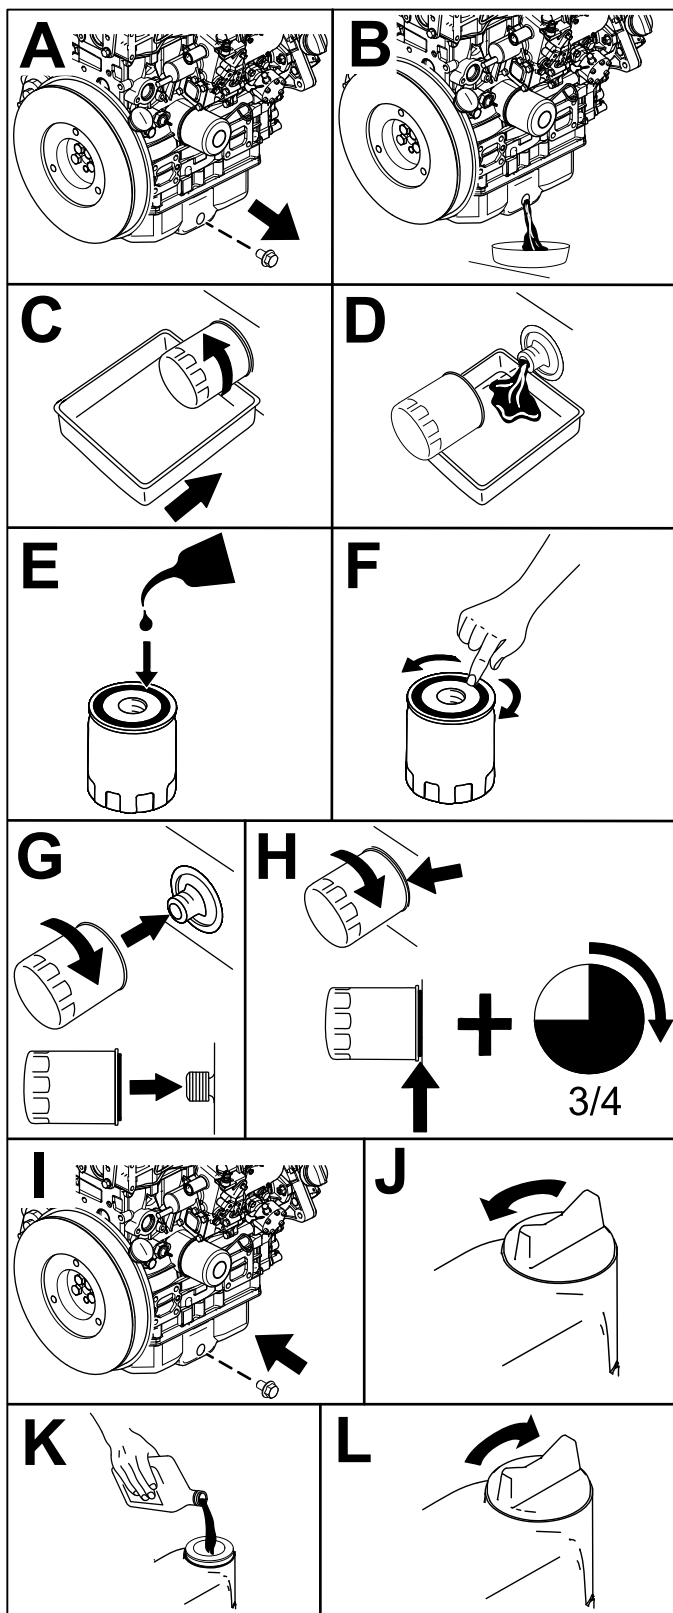

Bild 63
6. Wechseln Sie das Motoröl und den -filter, wie in Bild 63 abgebildet.